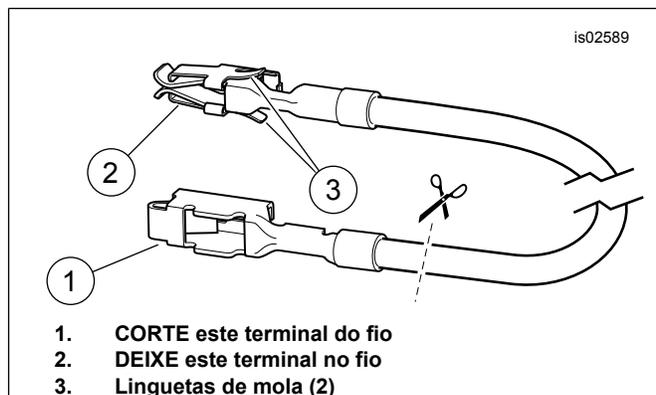
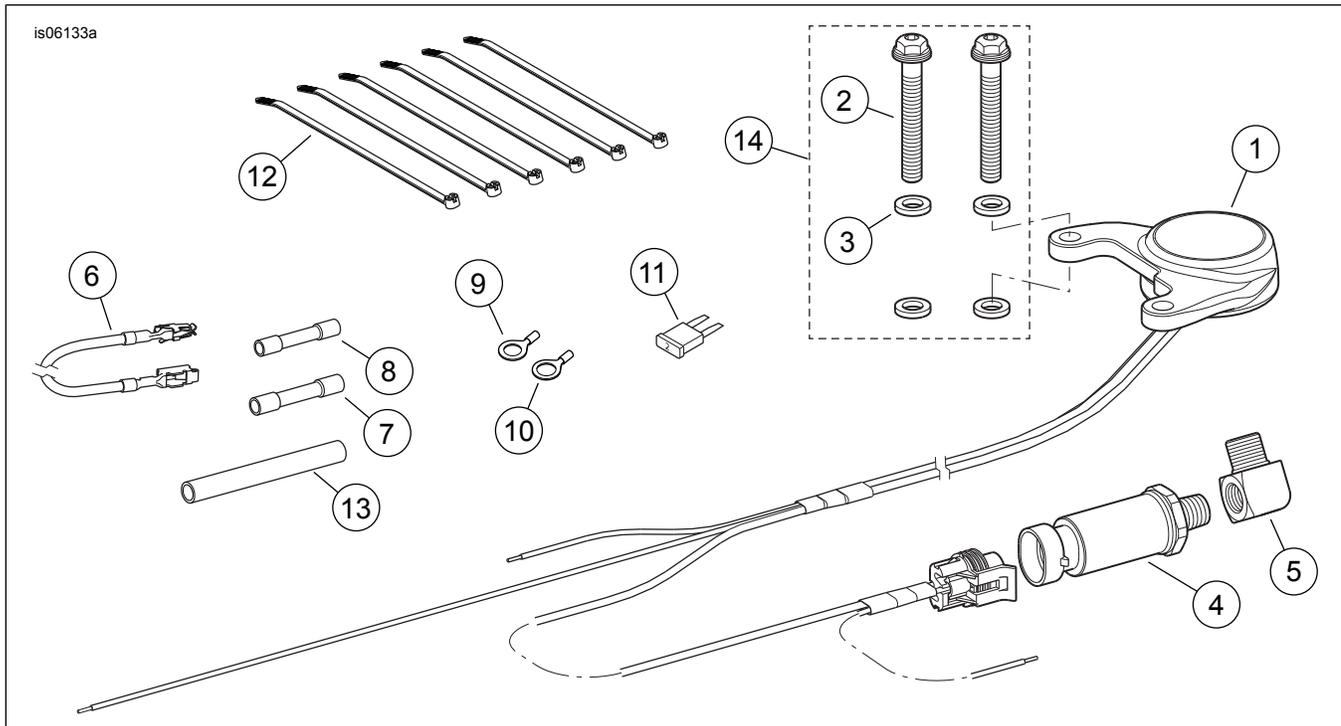

Figura 3. Fio adaptador do bloco de fusíveis (Dyna e Softail)
Figura 5. Peças de reposição: Indicador digital de pressão do óleo
8. Veja Figura 5. Selecione o terminal de anel (9 ou 10) de tamanho correto para encaixar no parafuso ou no prisioneiro terra. Corte o fio terra preto no chicote de fios do indicador digital de pressão do óleo para alcançar com facilidade o terra do veículo. Crimpe o terminal de anel no fio terra preto. Instale o terminal sobre as roscas do parafuso ou prisioneiro de aterramento. Conecte o fio laranja/branco a uma fonte de alimentação do veículo. Consulte as instruções e diagrama da fiação no Manual de serviço. Continue na seção a seguir para o ano/modelo específico do veículo.
4. Veja Figura 5. O aviso em Conexão do chicote de fios e no Manual de serviço. Usando o conector de emenda selada azul (7) do kit, emende todos os três fios laranja/branco.
2. Veja Figura 5. Pegue o fio adaptador laranja/branco do bloco de fusíveis (6) do kit. Veja a figura 3. Observe o terminal em cada extremidade. Somente o terminal COM linguetas de mola cabe na cavidade do fusível. Corte cuidadosamente o terminal SEM linguetas de mola do fio e descarte-o.
4. Corte o excesso do fio laranja/branco no chicote de fios do indicador digital de pressão do óleo para que fique facilmente ao alcance do fio adaptador laranja/branco instalado no passo 3. Veja a figura 5. Pegue o conector de emenda selada azul (7). Emende o fio laranja/branco do chicote de fios do manômetro digital do óleo no fio adaptador laranja/branco.
5. Veja Figura 5. Instale o fusível de 2 A (11) na cavidade do fusível ABERTA para completar o circuito.
3. Veja Figura 3. Pegue o fio adaptador laranja/branco do bloco de fusíveis (6) do kit. Observe o terminal em cada extremidade. Somente o terminal COM linguetas de mola cabe na cavidade do fusível. Corte cuidadosamente o terminal SEM linguetas de mola do fio e descarte-o.
5. Corte o excesso do fio laranja/branco no chicote de fios do indicador digital de pressão do óleo para que fique facilmente ao alcance do fio adaptador laranja/branco instalado no passo 4. Pegue o conector de emenda selada azul (7) do kit. Emende o fio laranja/branco do chicote de fios do manômetro digital do óleo no fio adaptador laranja/branco.
6. Veja Figura 5. Instale o fusível 2 A (11) do kit na cavidade do fusível “P&A IGN” para completar o circuito.
3. Veja Figura 5. Pegue o fio adaptador laranja/branco do bloco de fusíveis (6) do kit.
- Corte o excesso do fio laranja/branco no chicote de fios do indicador digital de pressão do óleo para que fique facilmente ao alcance do fio adaptador laranja/branco instalado no passo 5. Pegue o conector de emenda selada azul (7) do kit. Emende o fio laranja/branco do chicote de fios do manômetro digital do óleo no fio adaptador laranja/branco.
- Veja Figura 5. Instale o fusível 2 A (11) do kit na cavidade do fusível "P&A IGN" para completar o circuito. Instale os três fusíveis removidos no passo 4 em suas cavidades correspondentes.